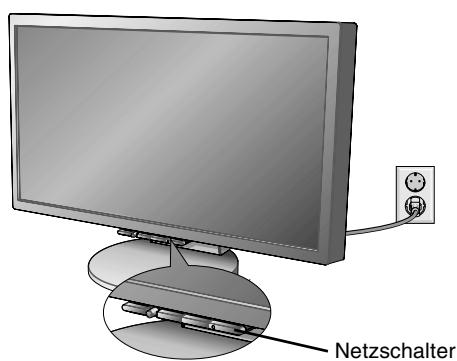

Abbildung E.1
14. Schließen Sie das Netzkabel an die Steckdose an (**Abbildung E.1**).
15. Schalten Sie den Computer und den Monitor mit dem Netzschalter an der Vorderseite (**Abbildung E.1**) ein.